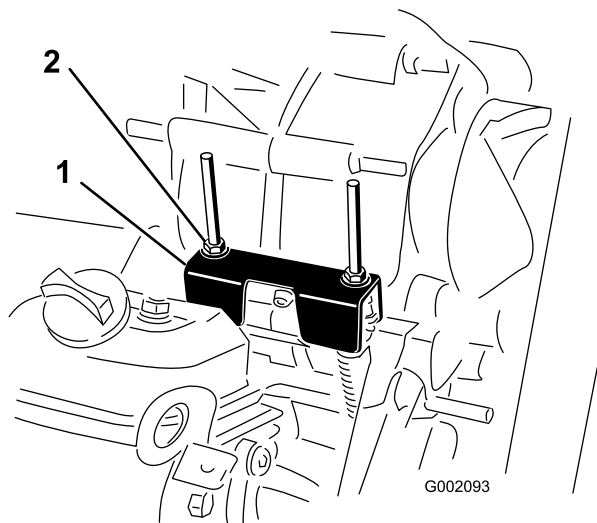

Figure 35
Lors des entretiens courants et/ou des diagnostics du moteur, vous devez placer la boîte-pont au point mort (Figure 35). La position point mort de l'inverseur de marche commande le point mort de la boîte-pont. Procédez comme suit pour vérifier que le point mort de l'inverseur de marche actionne correctement le point mort de la boîte-pont :
2. Vérifiez que la patte de réglage du point mort est à la position point mort (au même niveau que le support de fixation du câble situé sous la patte de changement de vitesse) en tournant l'embrayage (Figure 35). Le véhicule ne doit pas avancer ni reculer. Si le véhicule se déplace, placez la patte de réglage du point mort à la position point mort.
3. Serrez l'un des contre-écrous (Figure 35) pour obtenir un espacement de 0,075 à 0,15 cm.